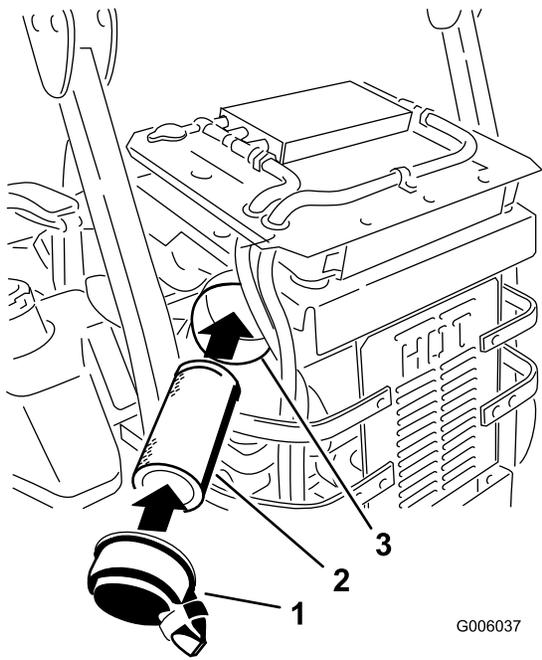

Figura 32
5. Abra los cierres del limpiador de aire y tire de la tapa del limpiador de aire para separarla de la carcasa del limpiador de aire (Figura 32).
7. Extraiga con cuidado el filtro de la carcasa del limpiador de aire (Figura 32). Evite golpear el filtro contra el lado de la carcasa.
2. Introduzca el filtro con cuidado en la carcasa del limpiador de aire (Figura 32). Asegúrese de que está bien asentado empujando sobre el borde exterior del filtro mientras lo instala.
3. Instale la tapa del limpiador de aire y fije los cierres (Figura 32).